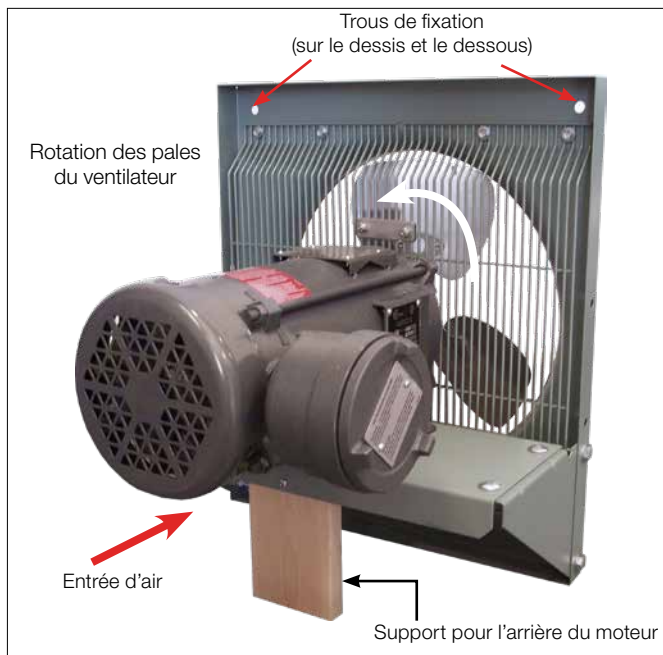

Figure 2
- 1.6 S'assurer que le ventilateur tourne librement dans le sens antihoraire lorsqu'observé à partir de l'arrière du ventilateur et que l'air est évacué par les registres (voir Figure 2, page 21).